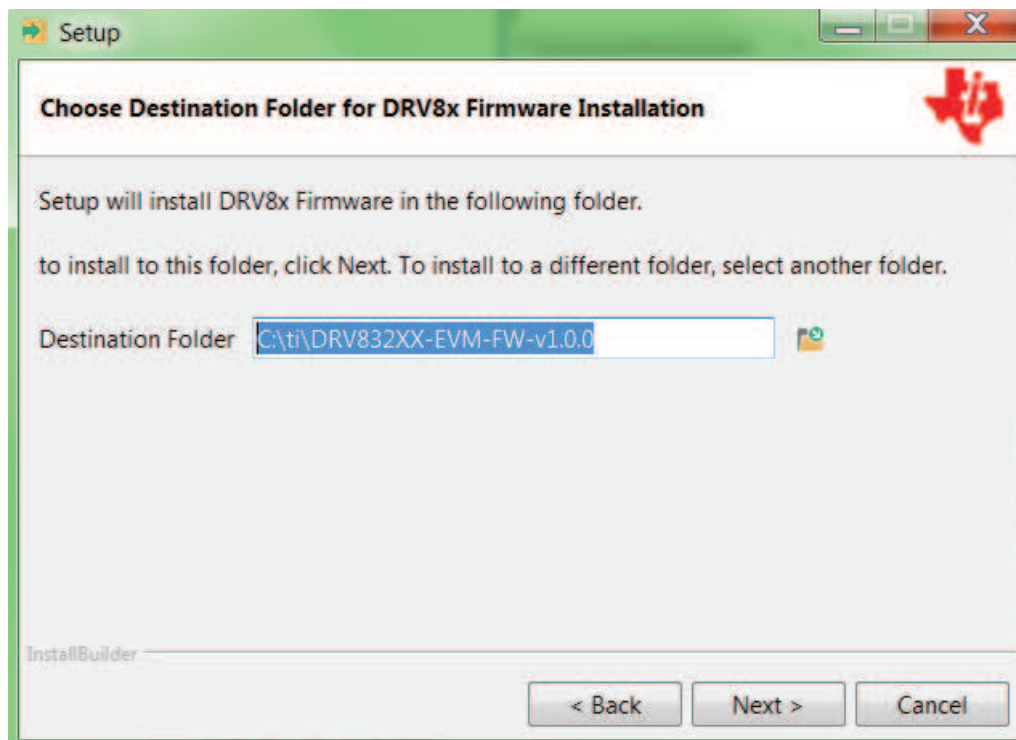

図 18. インストール先フォルダ
- Step 5. サンプルCCSプロジェクトとドキュメントのインストール先を選択します(図 18を参照)。このインストール先は、PC上の任意の場所に設定できます。